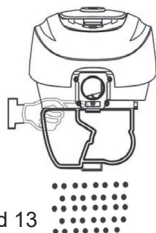

Bild 13
4. Ziehen Sie die Entriegelungstaste der Staubentleerung nach unten um den Staubbehälter an der Unterseite zu öffnen (Bild 13).